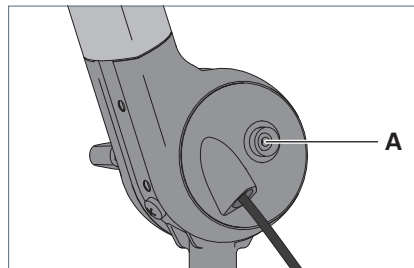

Fig. 7: Druckknopf für Erdungskabel.
- ▶ Stecken Sie das eine Ende des mitgelieferten Erdungskabels auf den Druckknopf **A** der Leuchte, siehe Fig. 7.